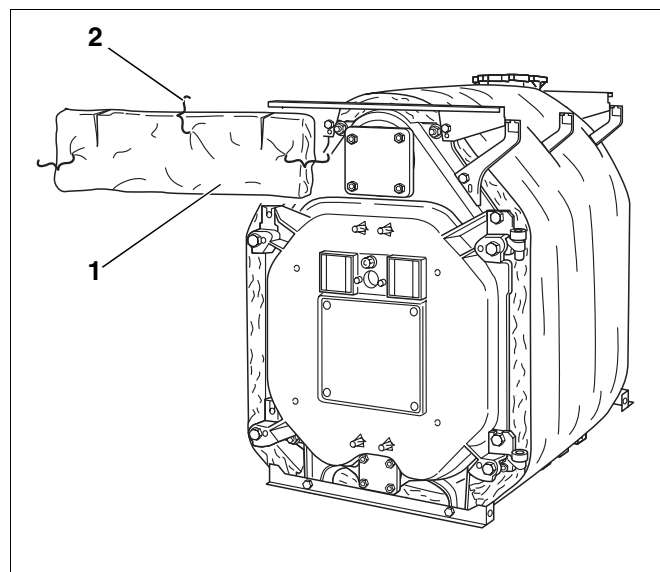

Fig. 44 Montarea izolației termice anterioare
- Termoizolația dreptunghiulară (fig. 44, **poz. 1**) se așează deasupra ușii, cu fantele poziționate în sus și spre față.
- Izolația termică se ancorează cu 3 agrafe (fig. 44, **poz. 2**) de termoizolația blocului de cazan.